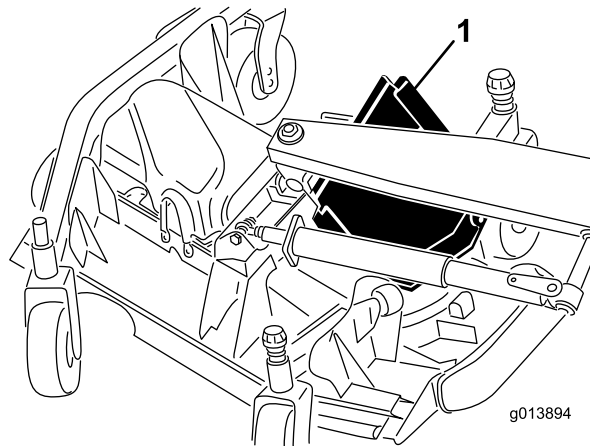

Рисунок 48
6. Поднимите передний край, проведите его между рычагом подъема и валиком чтобы снять ее (Рисунок 48).